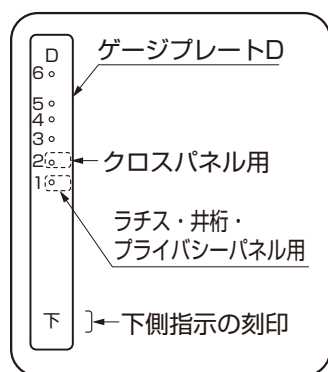

図2-1
- ゲージプレートDには上下があります。「下」と刻印している側を下に合わせてください。(図2-1参照)
- クロスパネルは「2」の穴を使用してください。それ以外のパネルは「1」の穴を使用してください。(図2-1参照)